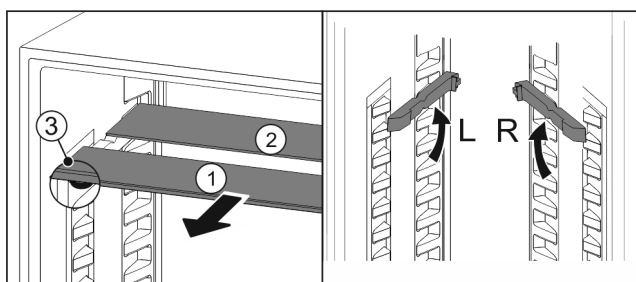

Fig. 104
- Vytiahnite sklené dosky jednotlivo dopredu Fig. 104 (1).
- Sklená doska Fig. 104 (1) s ozdobnou lištou leží vpred.
- Zarážky Fig. 104 (3) ukazujú nadol.